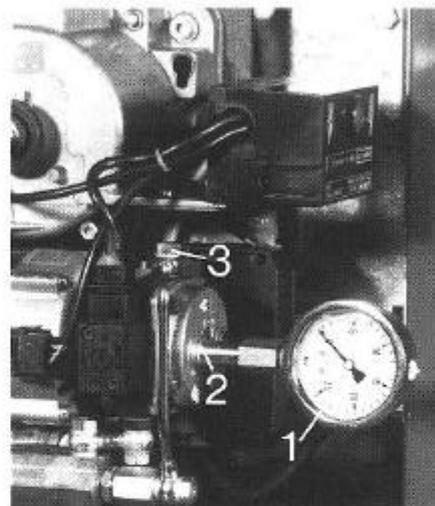

Abb. 17
- **Erhöhung** der Ölmenge durch Erhöhung des Pumpendruckes: Rechtsdrehung der Druckverstellungsschraube an der Pumpe (Abb. 17 Pos. 3).
- **Verminderung** der Ölmenge durch Herabsetzen des Pumpendruckes: Linksdrehung der Druckverstellungsschraube an der Pumpe (Abb. 17 Pos. 3).
Kontrolle des eingestellten Druckes durch Lösen der Verschlussschraube (Abb. 17 Pos. 2) und Eindrehen eines Druckmanometers (Abb. 17 Pos. 1).